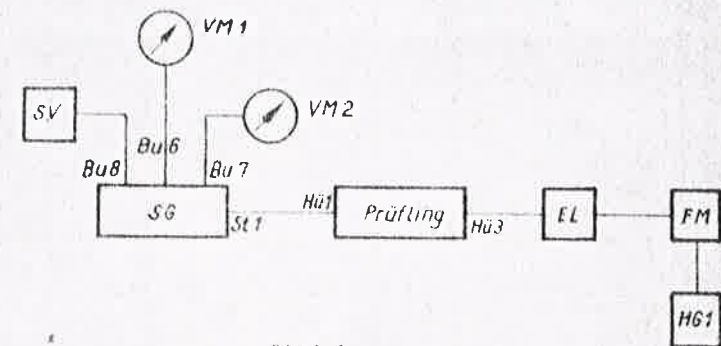

Bild 9
- Prüfling mit der Anschlußvorrichtung SG und EL gemäß Bild 9 verbinden.